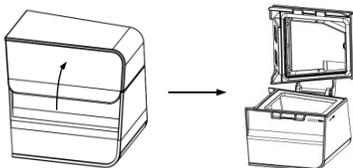
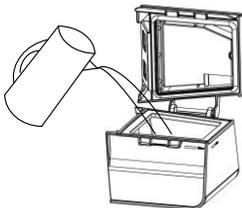

Fig. 13-2
Fig. 13-3
- (1) Ouvrir le chapeau, comme montré dans la Fig. 13-2, et remplir la cavité d'eau avec environ 360ml eau, comme montré dans la Fig. 13-3. Ne dépassez pas les lignes de remplissage maximale.